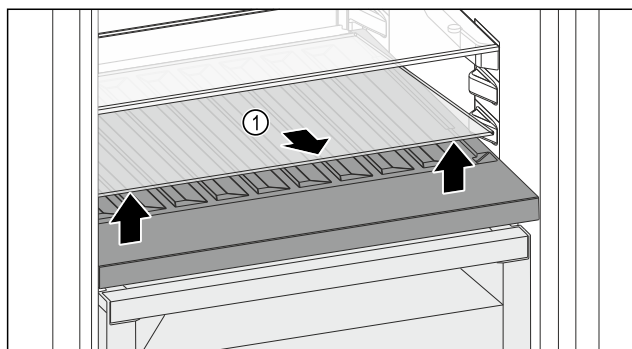

Fig. 96
- Skleněnou desku Fig. 96 (1) zvedněte za vybrání vpředu a vyjměte ji.
- Skleněnou desku Fig. 96 (1) uložte bezpečně mimo spotřebič.